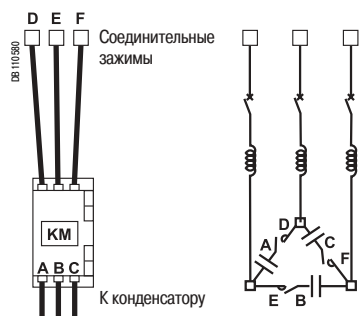

Рис. 19. Разряд конденсаторов
- Разомкните соединения между конденсаторами, соединенными треугольником (рис. 19) Чтобы полностью разрядить конденсаторы, последовательно замкните выводы: AE, BF и CD.